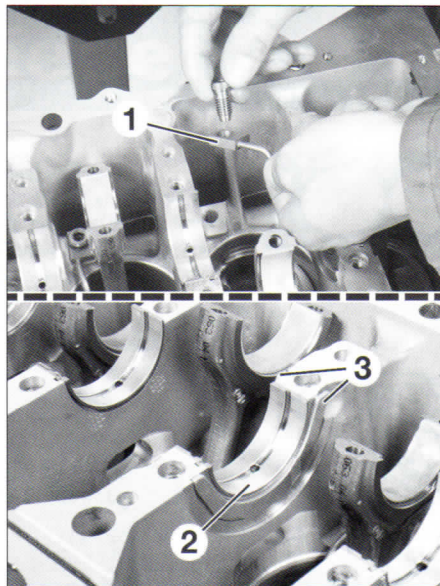
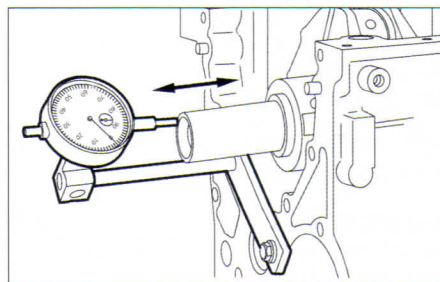

FIG. 47
FIG. 48
- Montar los surtidores de fondo de pistones (1) (fig. 47).
- Montar en el bloque motor los cojinetes (2) ranurados, aceitados, según la clase determinada para cada apoyo.
- Colocar a cada lado del apoyo nº2 (lado volante motor), los separadores de reglaje (3) del juego axial con la cara ranurada lado cigüeñal.
- Comprobar el juego axial (fig. 48):